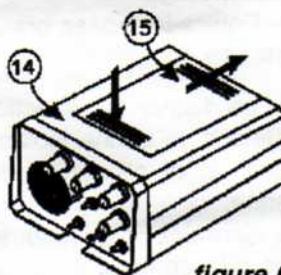

figure 6
ALIMENTATION: (figure 6)**Musketeer Colt Musketeer XS**
1)- On accède au compartiment conteneur des piles en poussant sur le couvercle situé sous le boîtier. figure 6